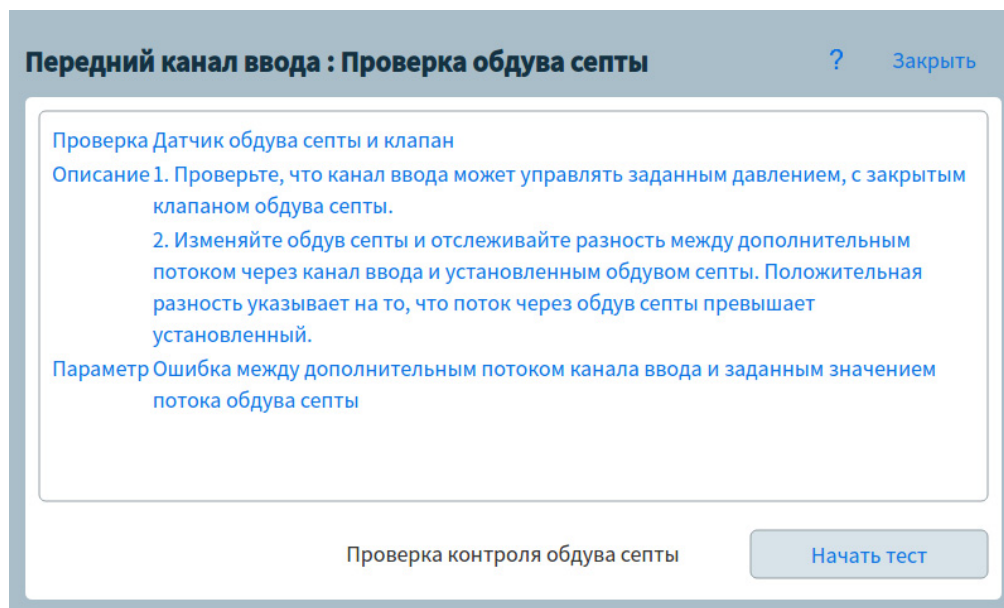

Рис. 30. Страница проверки утечек и ограничений
- 2 Выберите нужную проверку. Откроется соответствующая страница с описанием этой проверки и проверяемым параметром. См. **Рис. 30**.